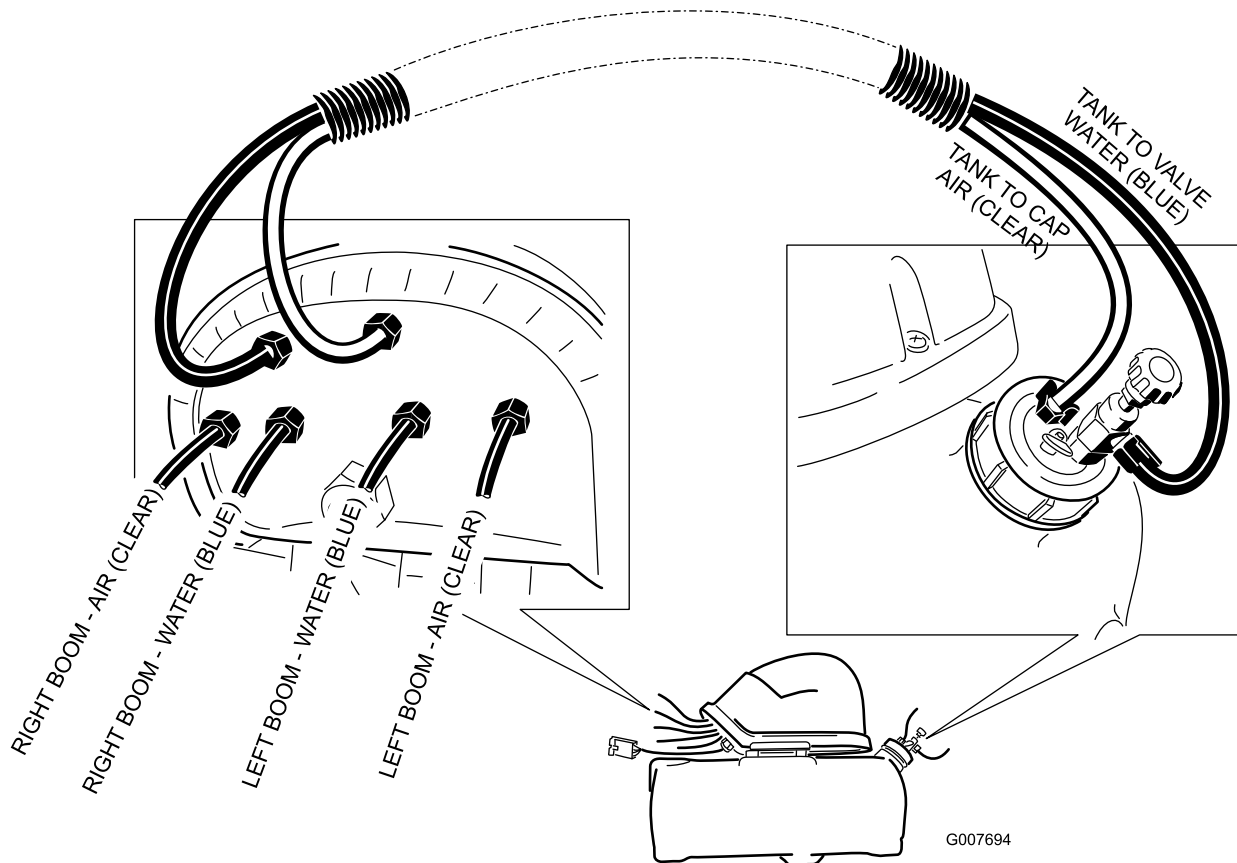

Рисунок 16
7. Проверьте, чтобы окончательная разводка шлангов соответствовала, приведенной на Рисунок 16.